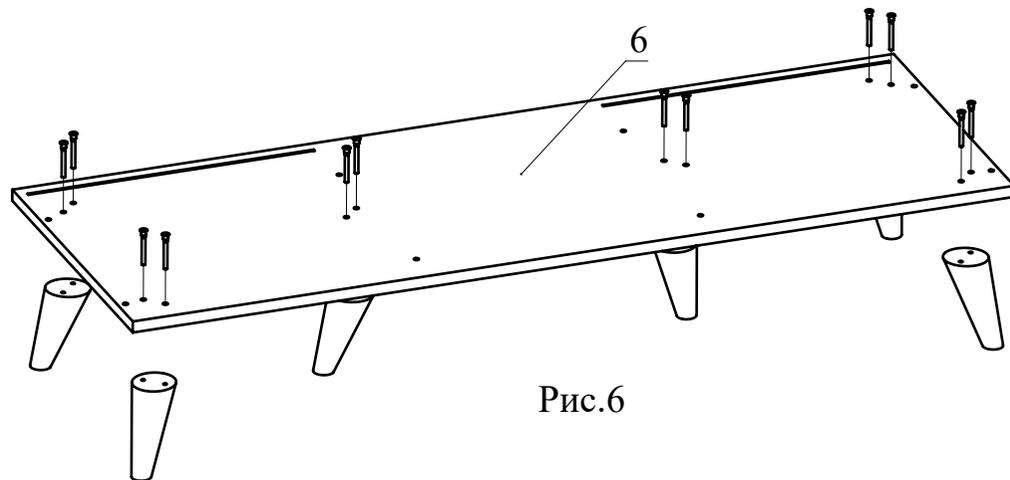

Рис.6
5. Прикрутите опоры при помощи конфирматов к детали 6 (Рис.6).